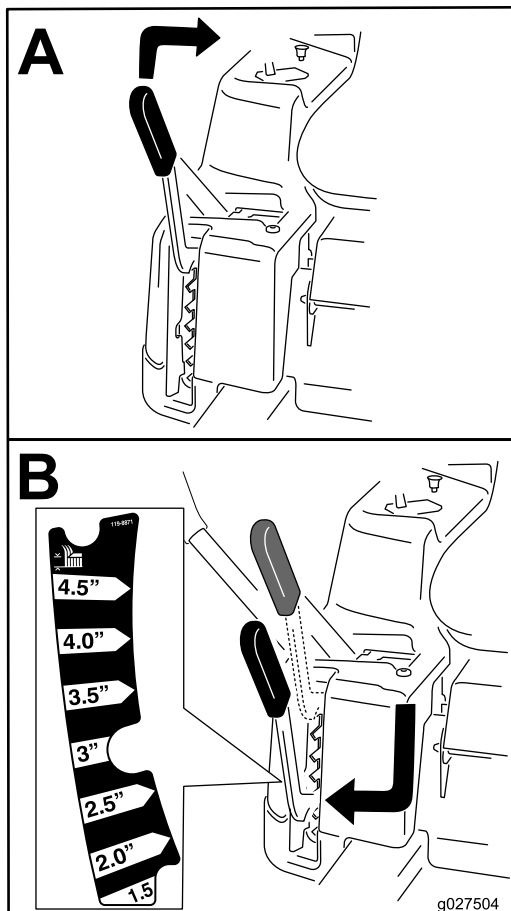

Figura 18
**Nota:** La posición de transporte es la posición de altura de corte más alta, 115 mm, según se muestra en Figura 18.
La altura de corte es controlada por la palanca situada a la derecha del puesto del operador (Figura 18).